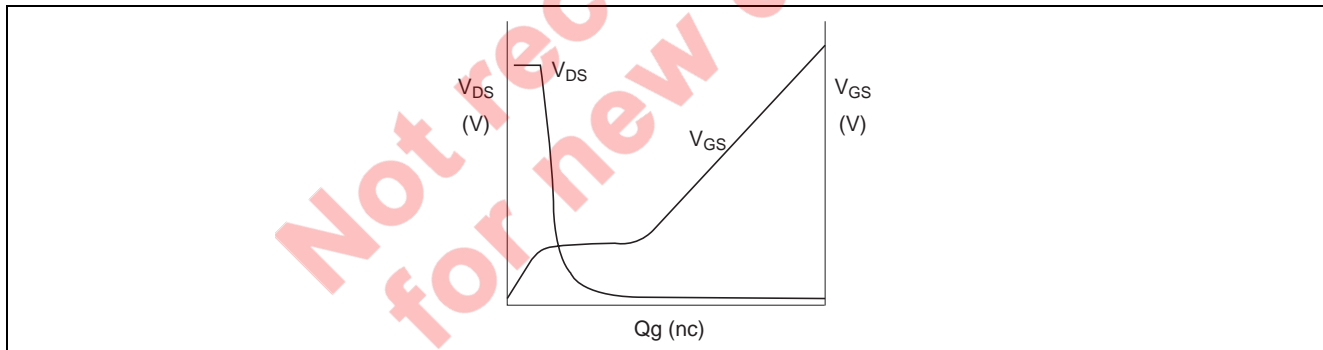

図13 パワーMOS FET のダイナミック入力特性
このとき、IC からパワーMOS FET に供給すべき電力は、図 13 のゲート電荷 Q_g で決まります。
2. IC の発熱電力の計算 (図 13)
Q_g : 図13によるゲート電荷